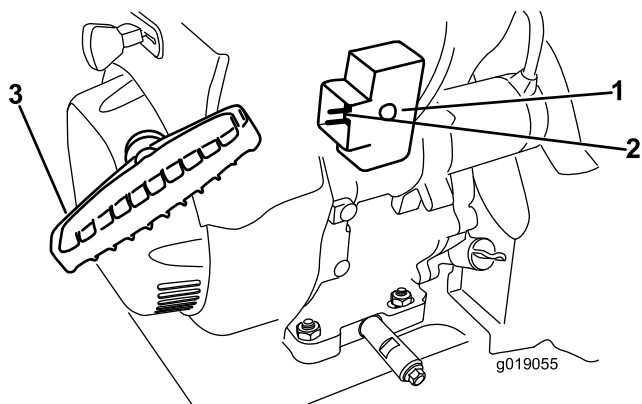

Figura 25
7. Avviate la macchina tirando la maniglia dell'avviatore autoavvolgente o premendo il pulsante dell'avviamento elettrico (Figura 25).